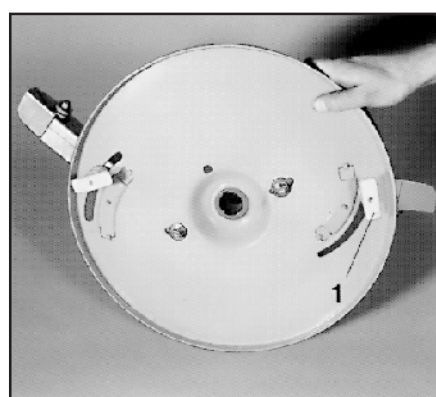

Рис. 7.11
- перед тем, как провести настроечные работы, ослабьте обе барашковые гайки (рис. 7.11/1) на нижней стороне распределительного диска. По окончании работ снова туго затяните их,